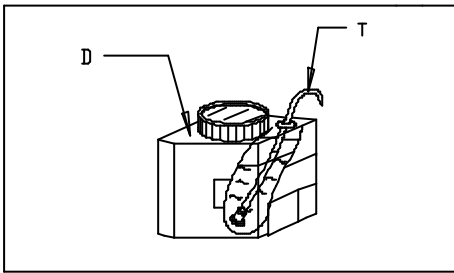

Fig. 9
- Controle y mantenga el nivel de abrillantador en el depósito (D) (Fig. 9) y el tubo (T) con su filtro sumergido.